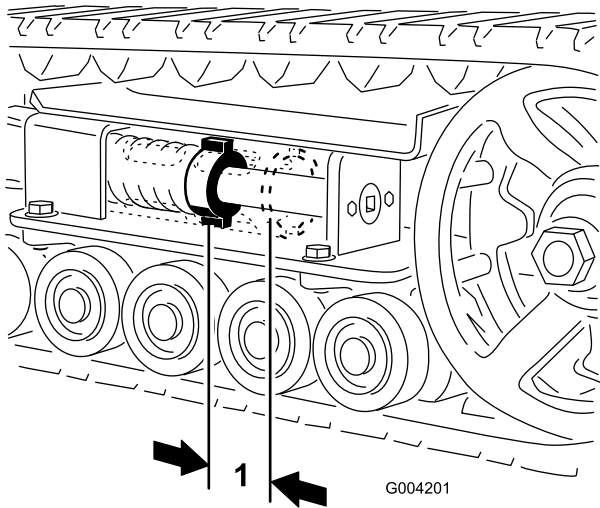

Figure 44
L'écrou de tension et l'arrière du tube de tension doivent être distants de 7 cm (Figure 44). Si ce n'est pas le cas, réglez la tension des chenilles comme suit :
5. À l'aide d'un rochet de 1/2", tournez la vis de tension dans le sens antihoraire jusqu'à obtention d'un espacement de 7 cm entre l'écrou de tension et l'arrière du tube de tension (Figure 44).
12. Tournez la vis de tension dans le sens antihoraire jusqu'à obtention d'un écartement de 7 cm entre l'écrou de tension et l'arrière du tube de tension (Figure 44).
18. Tournez la vis de tension dans le sens antihoraire jusqu'à obtention d'un écartement de 7 cm entre l'écrou de tension et l'arrière du tube de tension (Figure 44).